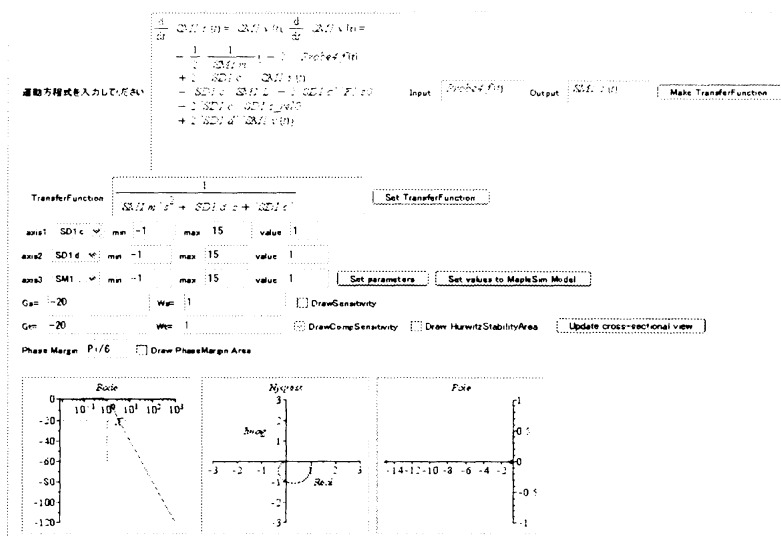

図 8: 入力部と制約条件選択部
3. Maple ツールボックスワークシートに、MapleSim で作成したモデルの運動方程式を入力する。ここでは、MapleSim で作成したモデル中のパラメタを使うことができる (図 8)。「Make Transfer function」 ボタンを押下すると、モデルの伝達関数が作成され、Maple ツールボックスにセットされる。